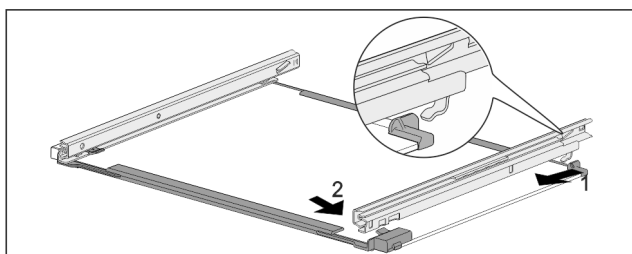

Fig. 78 Steklena plošča z vodili
- ▶ Vodilo obesite na kavelj na zadnji strani. Fig. 78 (1)
- ▶ Vodilo zaskočite na sprednji strani. Fig. 78 (2)